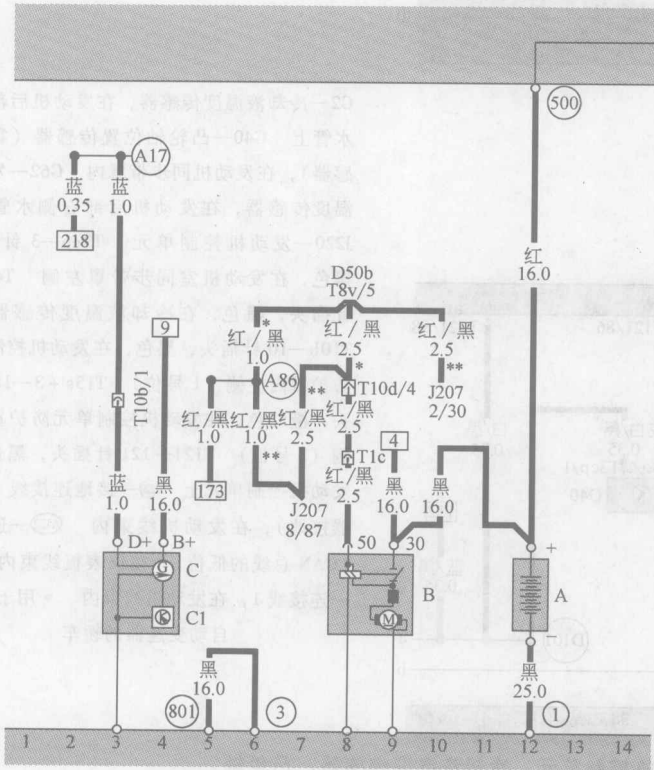

图 1-2-1 蓄电池、交流发电机、起动机、电压调压器电路图
(1) 1.8T 发动机电路图见图 1-2-1~图 1-2-16。